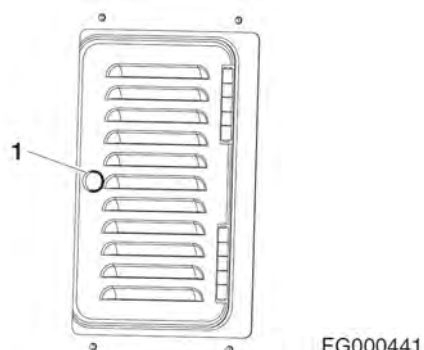

Рис. 90
2. Открыть крышку, отвинтив ручку (1, рис. 90) в задней части кабины.